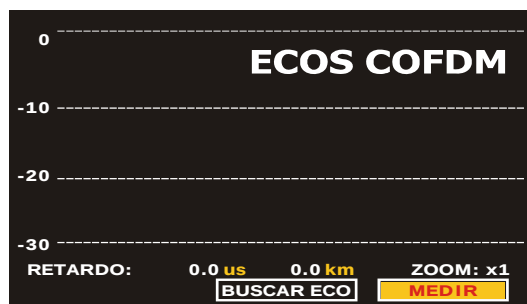

Figura 55.- Pantalla ECOS COFDM.
La pantalla muestra en el eje horizontal el tiempo de retardo y la distancia de la señal eco respecto a la portadora. En el eje vertical se representa la relación de potencia del eco respecto a la portadora (Figura 55.-).
2. Inicie la medición pulsando el selector rotativo (Figura 55.-).